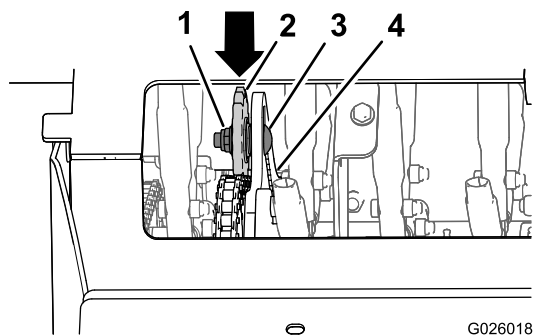

Figura 62
4. Afloje la contratuerca y el perno de cuello cuadrado que sujetan el piñón del tensor (Figura 62).
- Presione hacia abajo y hacia adelante sobre el piñón para aumentar la tensión de la cadena, según se muestra en la Figura 62.